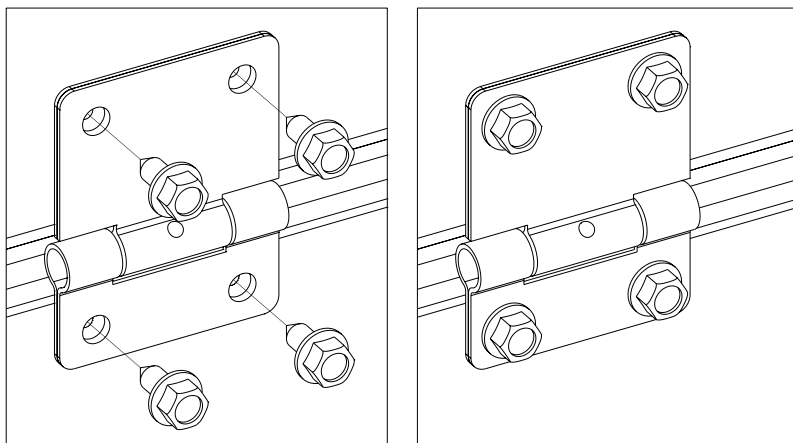

Fig. 14.2.
- 4) fastgør de mellemliggende hængsler med fire 6,3×16 selvskærende skruer (fig. 14.2);